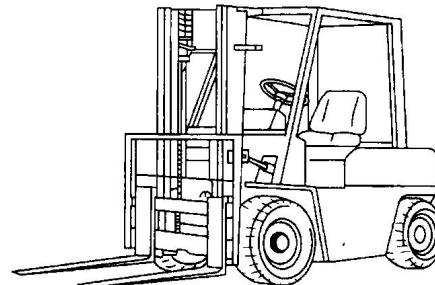
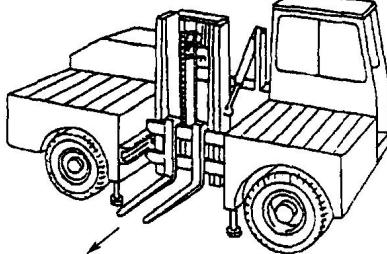
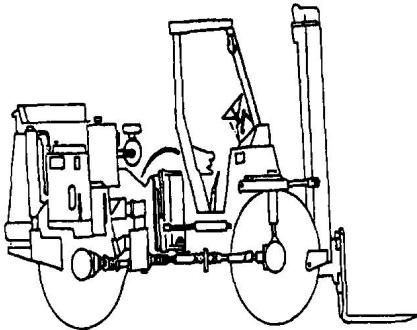
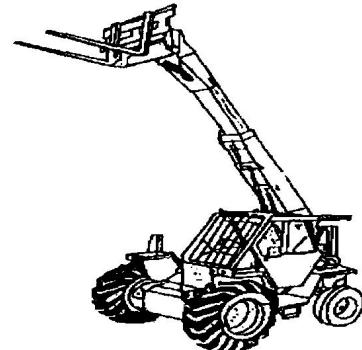

图 1-5 平衡重式叉车
图 1-6 侧面式叉车
图 1-7 越野叉车
图 1-8 伸缩臂式叉车
(4) 按行走方式分类 按行走方式不同，叉车可分为电动托盘堆垛车、内燃式叉车、电动叉车、侧面叉车、固定平台搬运车、集装箱正面吊和三向堆垛叉车。
(5) 按结构型式分类 常见的主要有：平衡重式叉车(图 1-5)、侧面式叉车(图 1-6)、越野叉车(图 1-7)和伸缩臂式叉车(图 1-8)等。